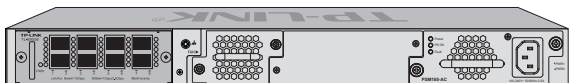

图2-3 接口模块扩展卡安装完成示意图
4. 用十字螺丝刀按顺时针方向拧紧模块扩展卡两侧的固定螺钉，使模块扩展卡固定在交换机机箱中，如图2-3所示。若发现螺钉不能拧紧，很可能是因为模块扩展卡没有正确安装，请重新安装。